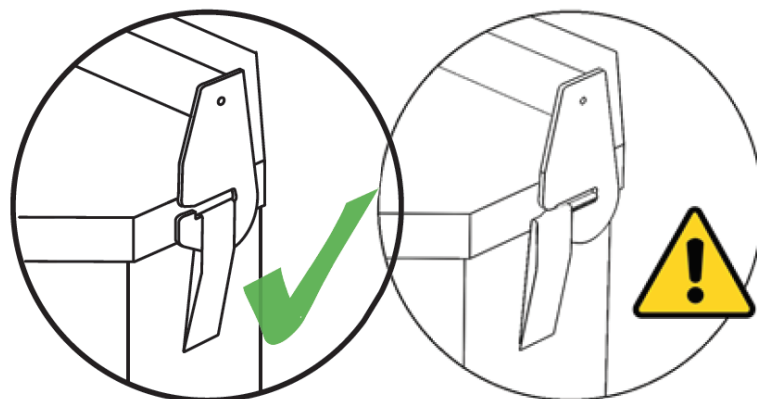
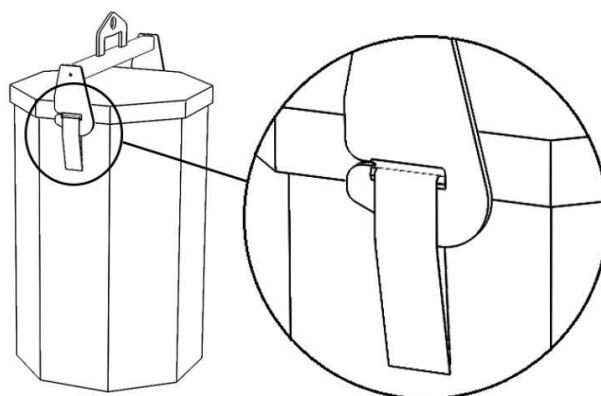

Fig. 1
Fig. 2
- Un risque de décrochage involontaire existe si la position de l'étrier de levage n'est pas correctement alignée avec la position de la sangle de levage pendant le levage. Fig. 1
4. Monter l'étrier de levage comme indiqué sur la Fig. 2
5. S'assurer que les sangles de levage sont complètement engagées des deux côtés et qu'elles restent dans les crochets lors du levage du MARATHON PAC™ d'ESAB. Consulter la figure 2 qui présente une utilisation appropriée et la figure 1 qui présente une utilisation inappropriée